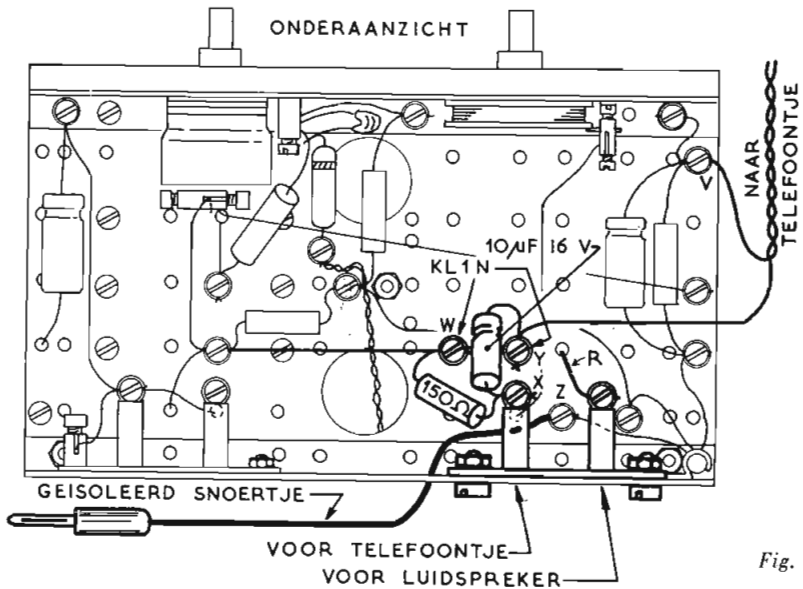

Fig. E13
1. Verleg de leiding C (zie fig. B4 op blz. 10) zó, dat twee extra klemmen KL 1 N kunnen worden aangebracht (fig. E13). Leiding C komt nu dicht langs verschillende onderdelen te liggen en het is dus beter geïsoleerd montagedraad te gebruiken.
3. Zet **twee extra klemmen KL 1 N** vast in de gaten, die in fig. E13 zijn aangegeven.
5. Monteer vervolgens deze stekerbuisplaat naast de transistor OC 14 tegen de metalen montageplaat (fig. E13). Zie de opmerking bij fig. E11.
6. Breng, volgens fig. E13, een weerstand van 150 ohm aan tussen klem X aan de stekerbuisplaat en de extra klem W. De kleurringen op een 150 ohm-weerstand zijn achtereenvolgens bruin-groen-bruin.
7. Monteer een elektrolytische condensator van  $10 \mu\text{F} - 16 \text{V}$  tussen de klemmen X en Y (fig. E13). Denk om de juiste stand van deze condensator!
9. Leg nu een leiding tussen klem W en de klem nabij de antenne/aardestekerbussplaat, waaraan onder andere de leiding vanaf de potentiometer-schakelaar is vastgemaakt (fig. E13).
12. Zet het telefoonsnoertje vast in de klemmen V en Y (fig. E13).